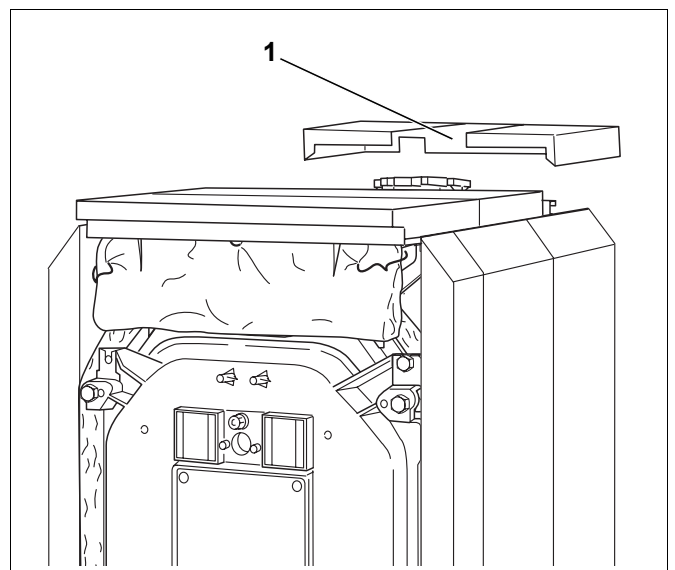

Bild 54 Hintere Haube montieren
- Hintere Kesselhaube mit den Abkantungen und dem Ausbruch für den Heizkreisvorlauf (Bild 54, **Pos. 1**) nach vorn auf die Seitenwände auflegen.